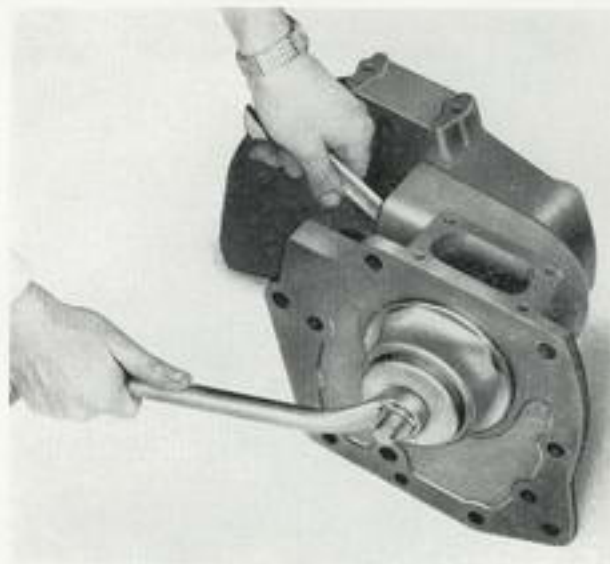

Fig. 18
- Roulement du différentiel (voir fig. 18).